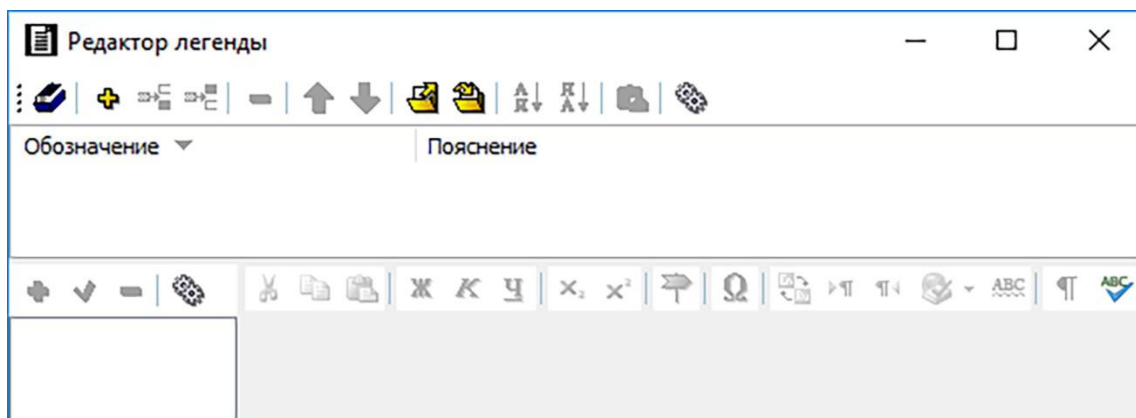

Рисунок 235
1) Для вызова редактора легенды выберите инструмент **Легенда**  на **Панели инструментов для иллюстрации**. При этом откроется диалоговое окно **Редактор легенды** (рисунок 235).